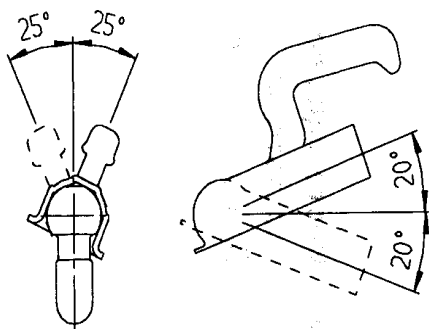

Рис. 1
1.4 Угол отклонения сцепной головки не должен превышать по вертикали  $\pm 25^\circ$  и по горизонтали  $\pm 20^\circ$  (рисунок 1). **Превышение угла отклонения влечет за собой перегрузку деталей. В этом случае безопасность не гарантируется.**